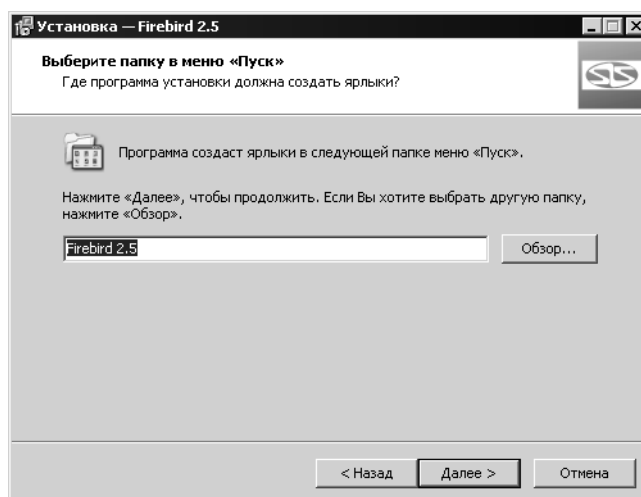

Рис. 1.7.
3. Укажите папку Главного меню Windows, в котором будут созданы ярлыки для запуска СУБД (рис. 1.7).